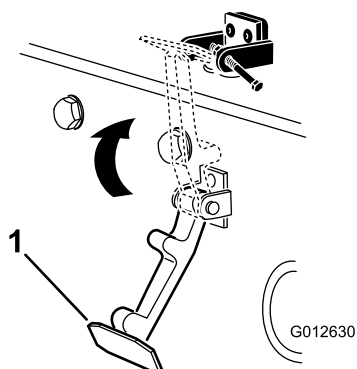

Figure 8
7. Accrochez le loquet du capot sur son support (Figure 8).